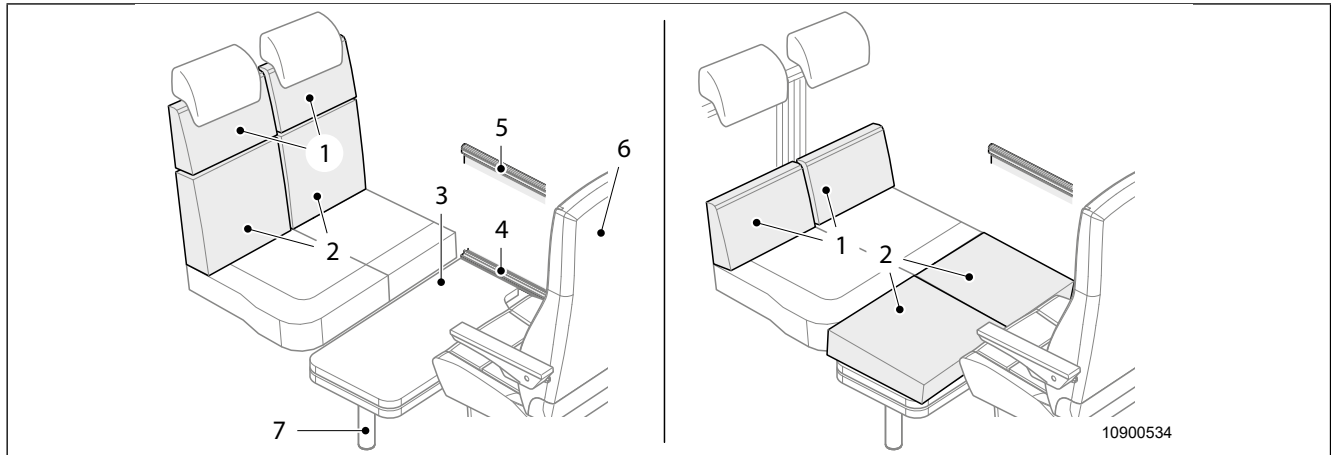

Fig. 31 Trasformazione del letto d'emergenza
1. Ruotare il sedile del conducente (Fig. 31, pos. 6). Lo schienale è rivolto verso il parabrezza.
3. Sollevare il piano del tavolo (Fig. 31, pos. 3) verso destra e sganciarlo dal binario guida superiore (Fig. 31, pos. 5).
4. Tavolo sospeso orientabile: Rimuovere la parte inferiore della gamba del tavolo (Fig. 31, pos. 7).
5. Agganciare il piano del tavolo in posizione sollevata verso destra nel binario guida inferiore (Fig. 31, pos. 4).
7. Rimuovere l'imbottitura dello schienale (Fig. 31, pos. 1 e 2) del sedile a panchina e dividerla.
8. Fissare le parti superiori dell'imbottitura dello schienale del sedile (Fig. 31, pos. 1) al telaio dello schienale.
9. Mettere le parti inferiori dell'imbottitura dello schienale (Fig. 31, pos. 2) sul tavolo.
9. Rimuovere l'imbottitura dello schienale (Fig. 31, pos. 1 e 2) del sedile a panchina e dividerla.
10. Fissare le parti superiori dell'imbottitura dello schienale del sedile (Fig. 31, pos. 1) al telaio dello schienale.
11. Mettere le parti inferiori dell'imbottitura dello schienale (Fig. 31, pos. 2) sul tavolo.